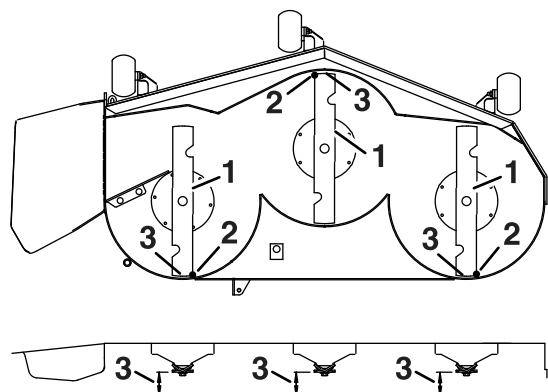

Рисунок 74
3. Осторожно поверните ножи так, чтобы они были расположены в продольном направлении (Рисунок 74).
4. Измерьте расстояние от конца переднего ножа до плоской поверхности и от конца заднего ножа до плоской поверхности (Рисунок 74).